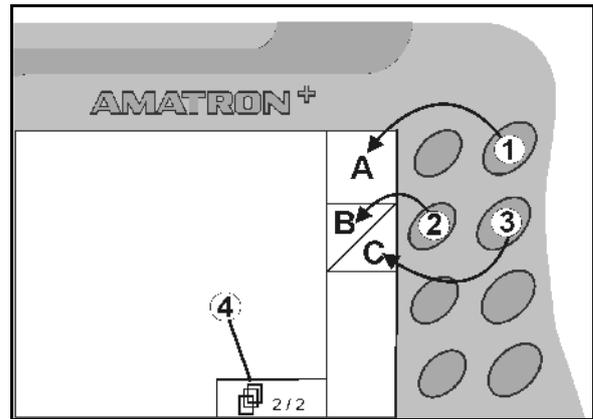

Fig. 8
- Erscheinen auf dem Display Quadratfelder ist nur die rechte Taste (Fig. 8/1) dem Funktionsfeld zugeordnet (Fig. 8/A).
- ist die linke Taste (Fig. 8/2) dem Funktionsfeld oben links (Fig. 8/B) zugeordnet.
- ist die rechte Taste (Fig. 8/3) dem Funktionsfeld unten rechts zugeordnet (Fig. 8/C).
<ul style="list-style-type: none"> • Blättern in weitere Menüblätter (nur möglich wenn Symbol (Fig. 8/4) im Display erscheint)